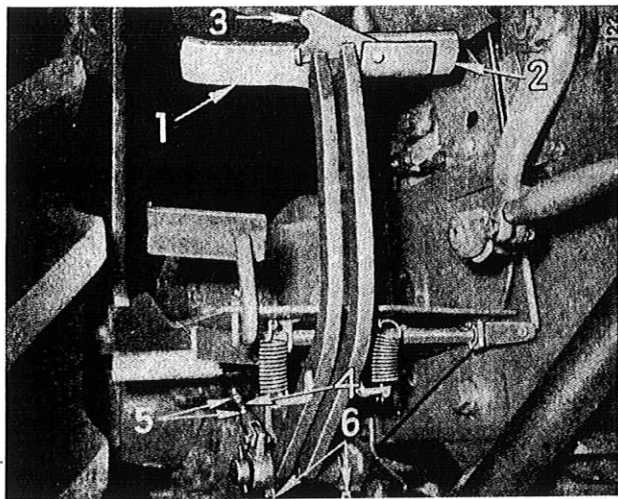
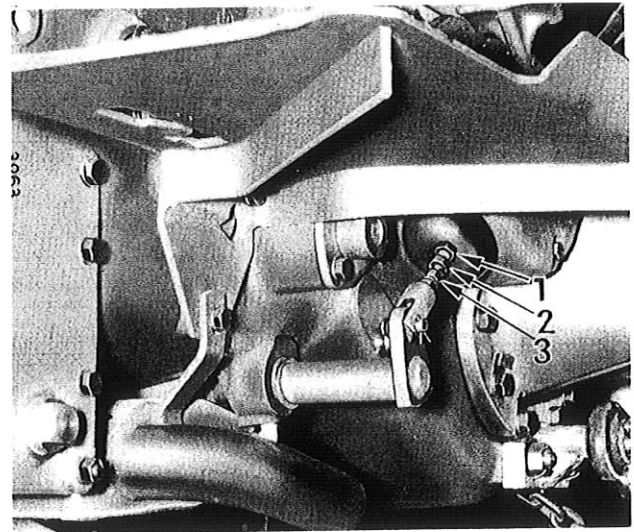

Bild 68
Bild 69
Die an diesem Schlepper verwendeten Bremsen sind Scheibenbremsen, die an beiden Seiten auf das Getriebe wirken. Wenn die Bremspedale (1) und (2), Bild 68, durch die Feststellasche (3) verbunden sind, werden beide Bremsen gleichzeitig betätigt. Getrennt wirkt das rechte Bremspedal auf die rechte Bremse zur Lenkunterstützung bei scharfen Rechtskurven.
Die Gegenmuttern (5), Bild 68 und (1) und (3), Bild 69 lösen. Durch Rechtsdrehen der Einstellschrauben (4) und (2) werden die Bremsen stärker eingestellt.